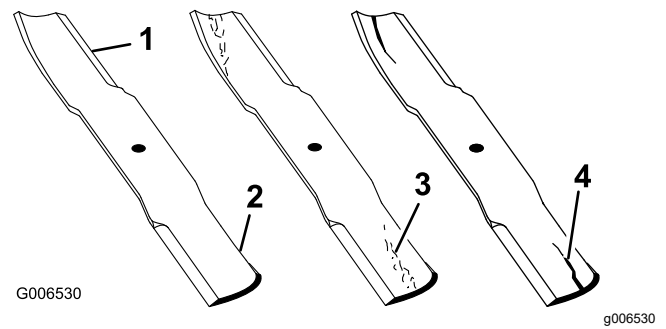

Figura 91
1. Inspeccione los filos de corte (Figura 91).
4. Si observa fisuras, desgaste o la formación de una ranura en esta zona, instale de inmediato una cuchilla nueva (Figura 91).